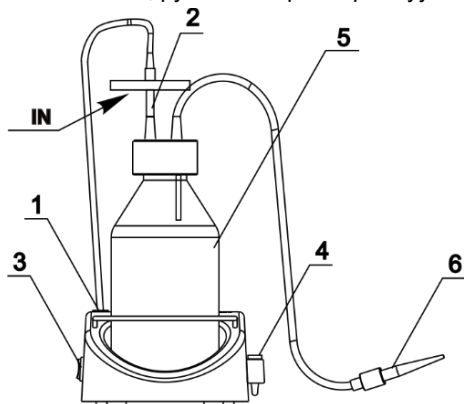
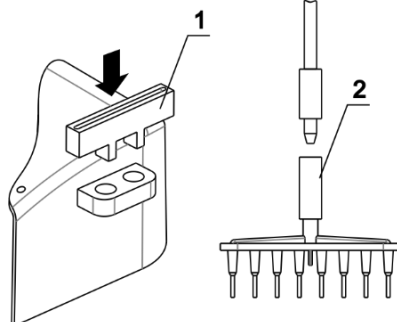

Рисунок 1. Собранный FTA-1
Рисунок 2. Установка адаптера MA-8
- Установите сосуд-ловушку (рис. 1/5) на прибор.
- Соберите крышку, трубки и фильтр (рис. 1/2). Присоедините аспирационный наконечник (рис. 1/6) к трубке.
**Внимание!** Установите фильтр так, чтобы маркировка **IN** была развёрнута к прибору (рис. 1/2).
- Соедините трубкой фильтр и насос (рис. 1/1) на аерзней стороне прибора, поворачивая фитинг по часовой стрелке.
- Поместите микропробирки для наконечника в держатель (рис. 1/4).
4.3.1. **Установка опционального наконечника MA-8.** Извлеките аспирационный наконечник и микропробирки из держателя (рис. 1/4) и поместите внутрь (рис. 2/1) держатель для MA-8 (рис. 2/1). Отсоедините аспирационный наконечник (рис. 1/6) от трубки и подсоедините наконечник **MA-8** (рис. 2/2). Храните аспирационный наконечник в новом держателе.
- 5.2. Установите выключатель **Power** (рис. 1/3 или 7/2), в положение **I** (включено). Насос начинает работу.
- 5.4. Для аспирации жидкости, прикоснитесь наконечником (рис. 1/6, 5/1 или **MA-8**) к поверхности жидкости.